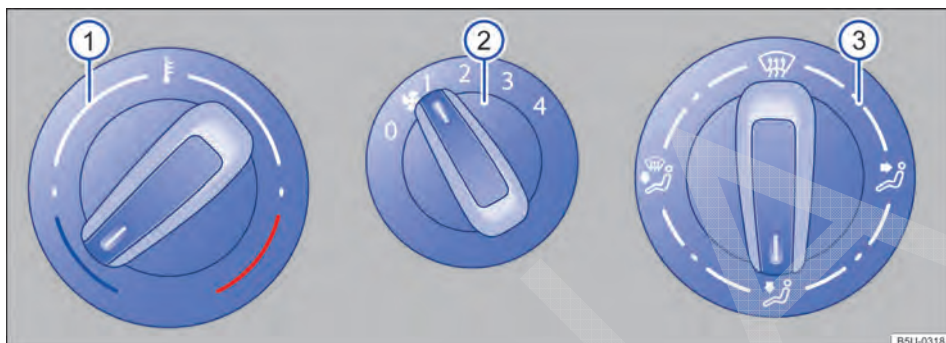
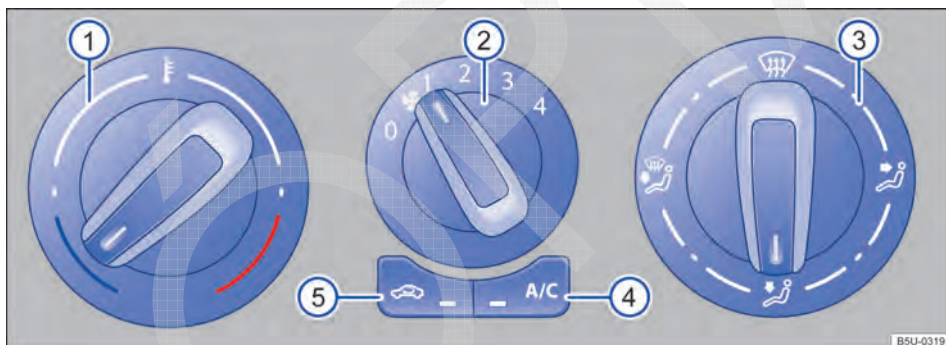

Fig. 140 Comandos do sistema de ventilação e aquecimento.
Fig. 141 Comandos do ar-condicionado.
Comandos Informações complementares do sistema de ventilação e aquecimento → Fig. 140 e ar-condicionado → Fig. 141.
Comandos	Informações complementares do sistema de ventilação e aquecimento → Fig. 140 e ar-condicionado → Fig. 141.
- Em veículos com sistema de aquecimento, girar o botão da temperatura → Fig. 140 totalmente para a direita, para a posição máxima de aquecimento.
- Girar o botão da distribuição de ar → Fig. 141 ③ para a posição , nesta posição o modo de recirculação de ar é automaticamente desligado.
- Girar o botão do ventilador ② no nível 3 ou 4.
- Girar o botão da temperatura ① para a posição desejada.